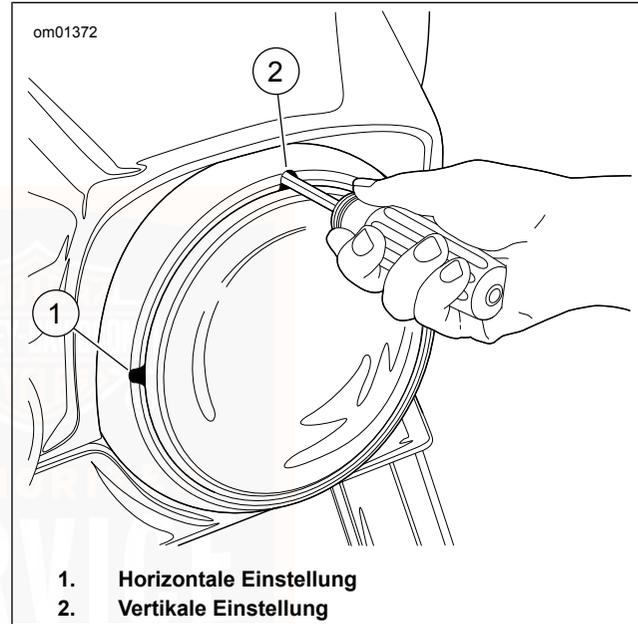
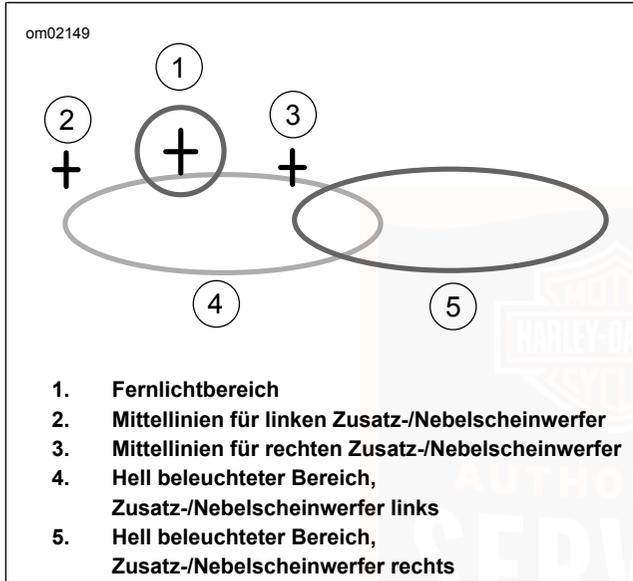
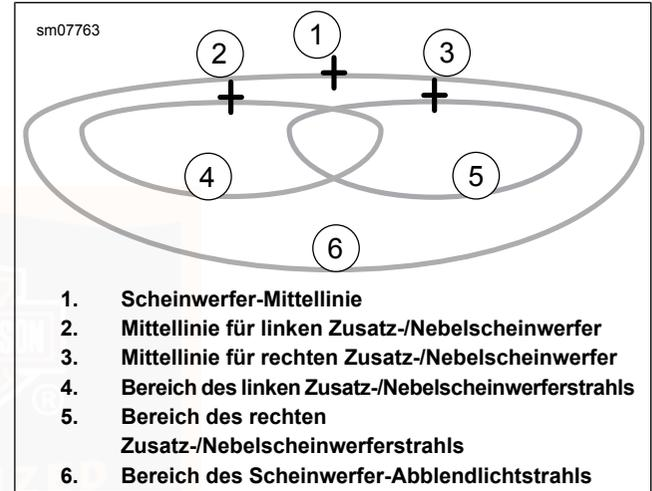

Abbildung 84. Scheinwerfereinstellschrauben: Alle außer rahmenbefestigte Verkleidung (typisch)
Abbildung 86. Scheinwerfer-Lichtmuster: Typ Quarz-Halogen
Abbildung 87. Scheinwerfer-Lichtmuster: LED-Typ mit Zusatz-/Nebelscheinwerfer
2. **Alle außer rahmenmontierte Verkleidung:** Siehe **Abbildung 84**. Einen 5/32-in-Kugelpf-Sechskantschlüssel in die Einstellöffnungen im Zierring stecken.
a. **Horizontal:** Den Scheinwerferstrahl mit der Horizontaleinstellschraube (1) nach links und rechts verstellen.
b. **Vertikal:** Den Scheinwerferstrahl mit der Vertikaleinstellschraube (2) nach oben und unten verstellen.
c. Siehe **Abbildung 86** oder **Abbildung 87**. Den Scheinwerferstrahl einstellen.
4. Siehe Abbildung 86 oder Abbildung 87. Die horizontalen und vertikalen Mittellinien (2, 3) der Zusatz-/Nebelscheinwerfer auf der Wand markieren.
Abbildung 86 zeigt ein Muster für Motorräder in Ländern mit Rechtsverkehr. Für Länder mit Linksverkehr kippen Sie die Grafik horizontal.
- a. **Quartz-Halogen:** Den linken Zusatz-/Nebelscheinwerfer einstellen, sodass der gesamte hell beleuchtete Bereich (4) unter und rechts der Mittellinien für die linke Zusatzleuchte liegt, wie in Abbildung 86 dargestellt.
- b. **LED:** Den linken Zusatz-/Nebelscheinwerfer so einstellen, dass der gesamte hell beleuchtete Bereich (4) unter der Mittellinie liegt, wie in Abbildung 87 dargestellt.